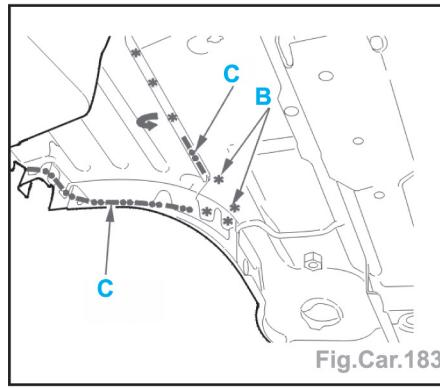

Fig.Car.183
- Découper par fraisage des points et par fraisage des points par l'intérieur du véhicule (suivant **B**) (Fig.Car.183).